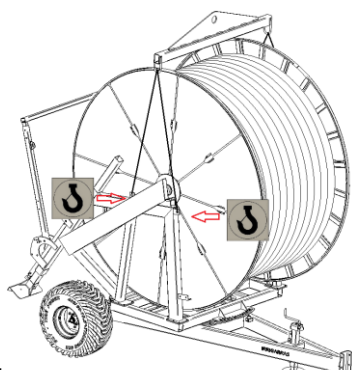

Figura 01
- Suspenda o equipamento utilizando um balancim e posicione a corrente ou a fita de modo a não comprimir a bobina do Carretel Irrigabras (figura 01 e 02). Veja abaixo, o peso com água e sem água, e as medidas.
- Insira ganchos ou outros dispositivos para levantar o equipamento, apenas nos pontos indicados que estão localizados nos cavaletes laterais do Carretel Irrigabras (figura 01 e 02);